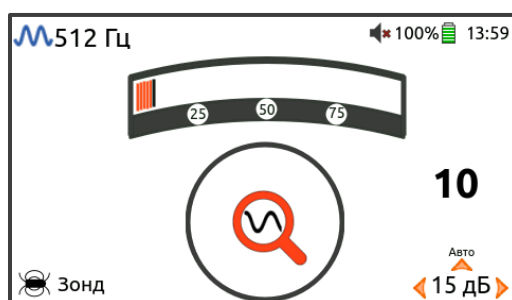

Рисунок 3.25 – Слабый сигнал от зонда
3. Протолкните зонд в магистраль не дальше, чем на 3...5 м от оператора. При слабом сигнале зонда или его отсутствии экран приемника имеет вид - Рисунок 3.25.